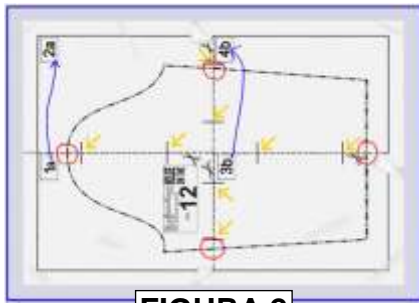

FIGURA 2
Exemplo: Adiante, na figura 2 - na peça inteira, você verá que a letra **a** formará a primeira linha das partes da peça; a letra **b** formará a segunda linha, e assim por diante.
1º PASSO : escolha do modelo. Clique no modelo escolhido para acessar a seção na qual se encontram as peças e as explicações sobre como obter o seu molde. Um gráfico (como o da figura 2) acompanha as explicações sobre o molde.
Se as proporções não estiverem corretas (**devem ser exatas**), consulte o manual da sua impressora para fazer esta regulagem – ela deve ser regulada para imprimir o tamanho A4 (21 cm de largura por 29,5 cm de altura) **Confira sempre** as medidas da área de impressão (18cm de largura por 26cm de altura). **É necessário** a verificação para a impressão de cada parte do molde . **Verifique, também**, se nenhuma parte do molde está faltando. **Observe** no gráfico da plano do molde (como o da figura 2, acima) se o número de folhas está correto.
A figura 2, na primeira coluna ao lado, mostra a peça inteira formada pela folhas unidas.
4) **A FIGURA 2** mostra a peça inteira formada pelas folhas unidas.